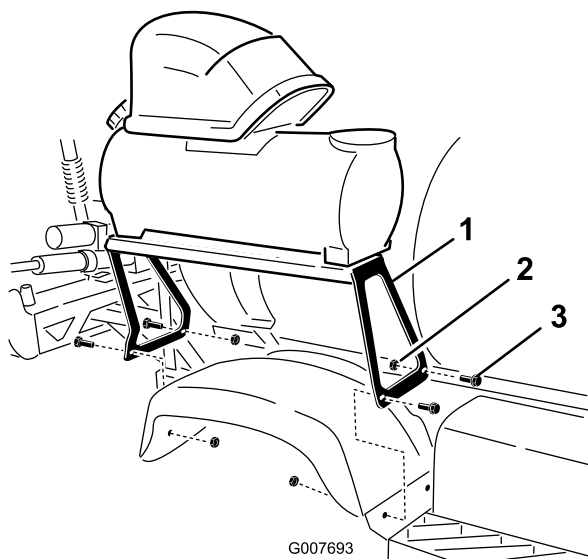

Рисунок 5
3. Установите кронштейн в отверстия в правом заднем крыле с помощью 4 каретных болтов (на 5/16 x 1-1/4 дюйма) и 4 контргайк (на 5/16 дюйма), как показано на Рисунок 5.